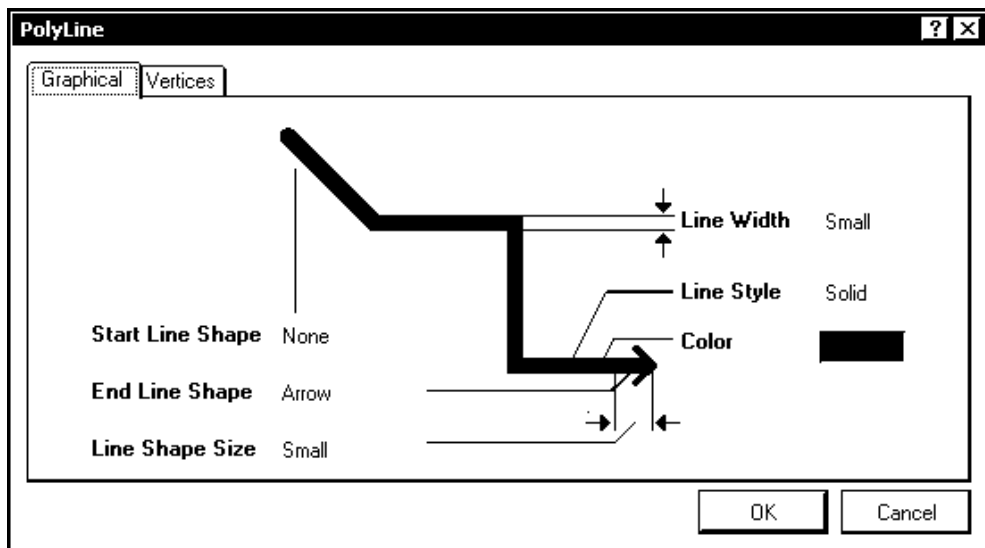

Рис. 2.3. Окно настройки параметров линии
2. Клавишей <Tab> активизировать функцию настройки ширины линии. Откроется диалоговое окно настройки **PolyLine** (ПолиЛиния), (рис. 2.3).